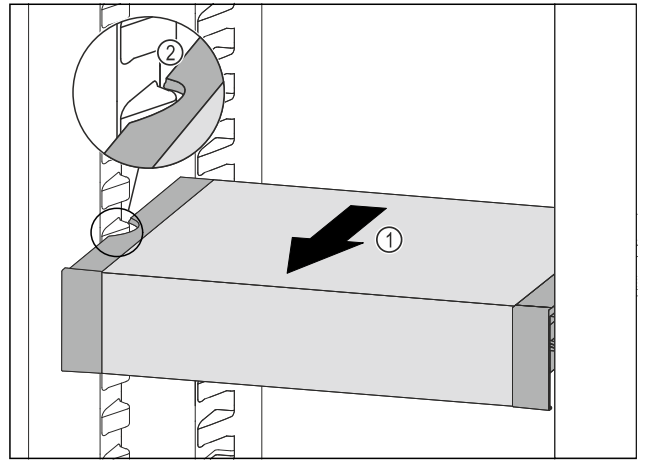

Fig. 63
- ▶ VarioSafe naar voren trekken Fig. 63 (1), tot de uitsparingen aan de zijkant van de VarioSafe zich ter hoogte van de rib in het koelgedeelte bevinden. Fig. 63 (2)